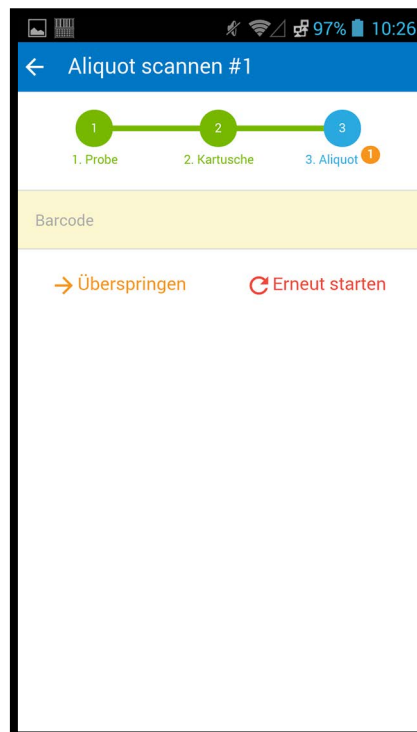

Abbildung 5-109. Bildschirm „Aliquot einscannen“ von Cepheid Link
- Wenn Aliquote gescannt werden sollen, wird der Bildschirm „Aliquot einscannen“ angezeigt (vgl. Abbildung 5-109).
6. (Optional) Wenn für die Probe Aliquots gescannt werden müssen, wird der Bildschirm „Aliquot einscannen“ angezeigt (vgl. Abbildung 5-109).
- Wenn Aliquots gescannt werden müssen, wird der Bildschirm „Aliquot einscannen“ angezeigt (vgl. Abbildung 5-109).